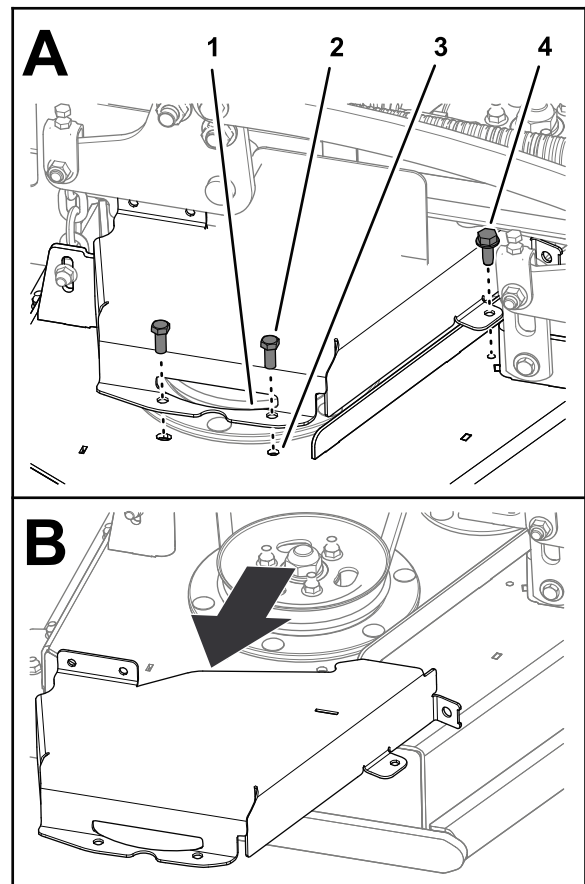

Figura 39
2. Retire los 2 pernos y el tornillo con arandela prensada que fijan la cubierta de la correa derecha a la carcasa y retire la cubierta (Figura 39).